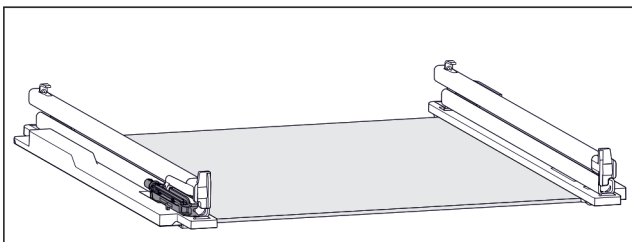

Fig. 201 Tompítóegység
- ▶ A bal oldali sínre fel van erősítve a tompítóegység. (lásd Fig. 201) A jobb oldalra nincs felerősítve tompítóegység.